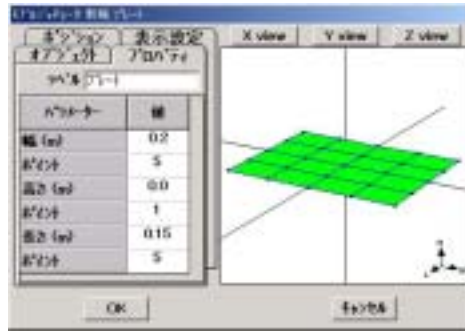

図 4 プロパティタグ
4. 次にプロパティタグをクリックし、図 4 に示す値を入力して OK ボタンを押して下さい。